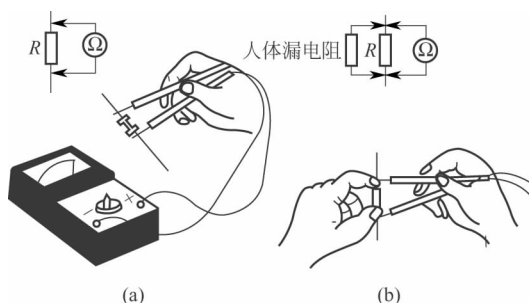

图 1-5 电阻的测量
(1) 应首先选择好适当的倍率挡 在万用表的欧姆挡上, 一般都标有 $R \times 1$ 、 $R \times 10$ 、 $R \times 100$ 、 $R \times 1\text{k}$ 和 $R \times 10\text{k}$ 挡。在测量时, 应选择好适当的倍率挡, 使表头中指针指示在中间部位。例如要测量一只阻值在 100Ω 左右的电阻, 固然可用 $R \times 1$ 挡来测量, 但是使用这挡, 指针就靠近表盘左侧高阻值的一端, 读数刻度较密, 读数时只要差一点, 阻值就会差很多。因此, 应当改用 $R \times 10$ 挡, 使指针转向表盘中间部分, 便于读数准确。
(2) 调零 在测量电阻之前, 应当将两表笔“短接”, 并同时旋动“欧姆调零旋钮”, 使指针指在“ Ω ”标度尺右侧端零位上, 这就叫做调零, 它是保证测量准确必不可少的步骤。在每换一次欧姆挡测量电阻前, 都要重复这一步骤。如果旋动“欧姆调零旋钮”也无法使指针达到零位, 则说明万用表盒内装的干电池电压太低, 应更换新电池。
(3) 测量 在测量时, 将两表笔并接在电阻的两端, 如图 1-5(a) 所示, 即可测出电阻的数值。但应注意, 不要用手捏住电阻的两端, 如图 1-5(b) 所示, 以免人体的电阻也并接在电阻上, 影响测量结果的准确性。